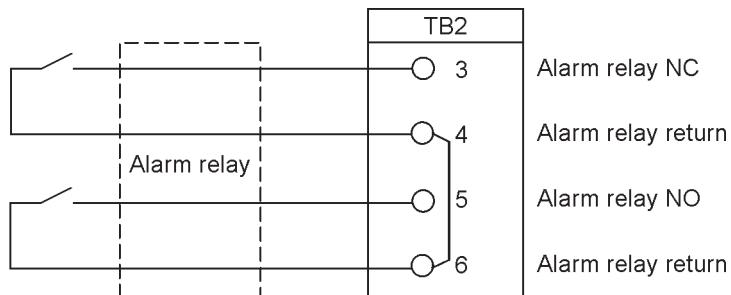
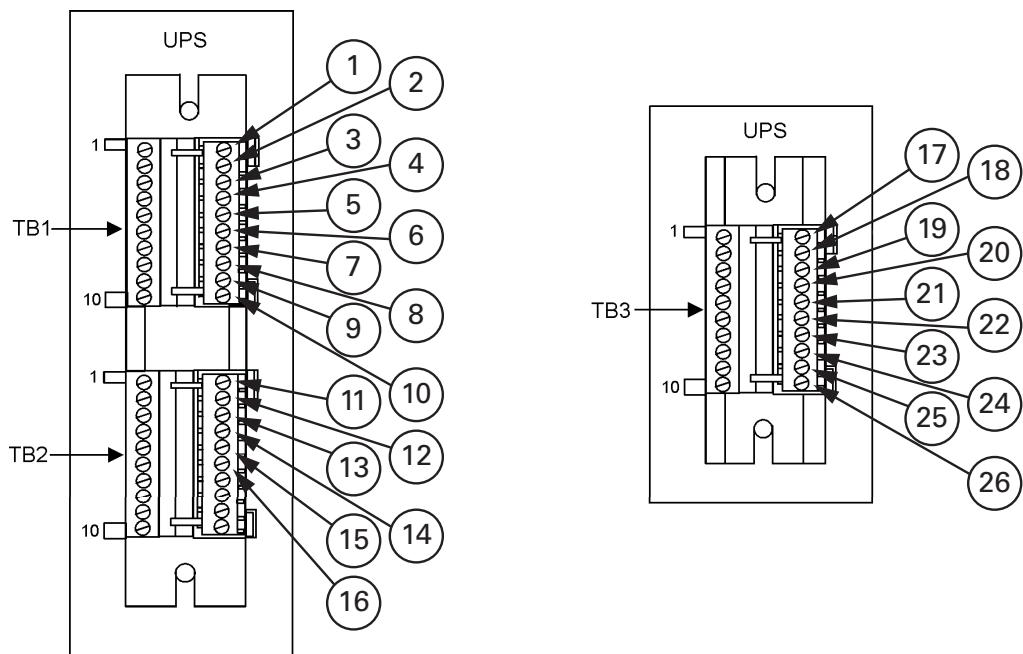
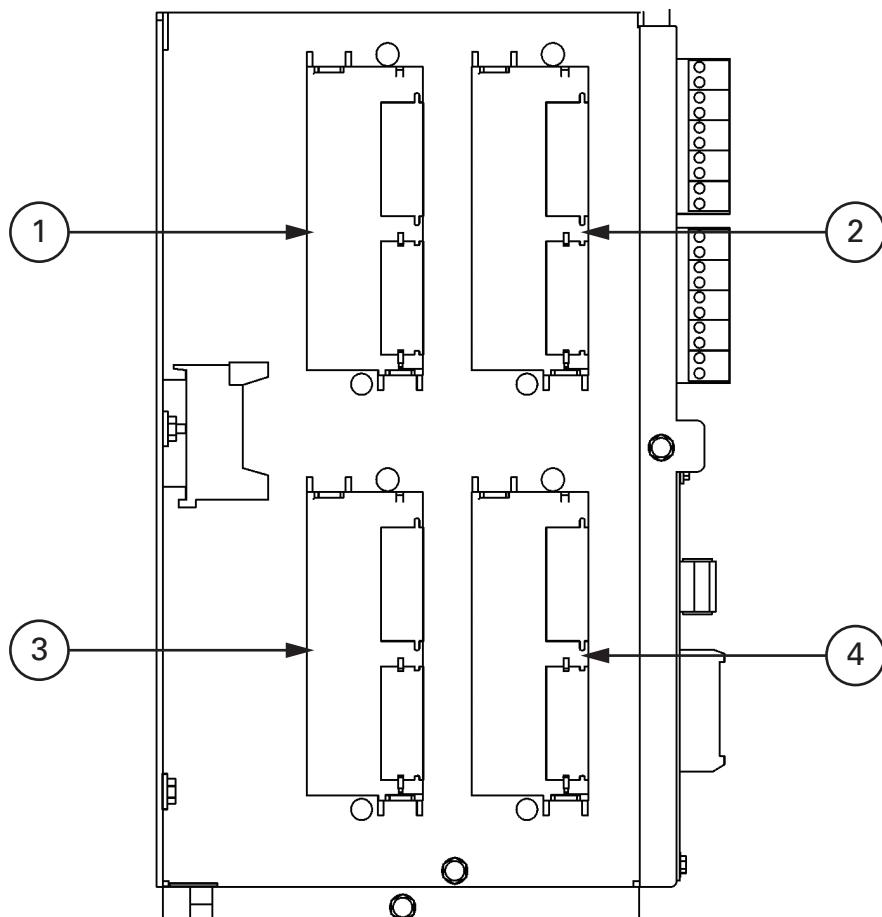

Рис. 4-7. Типовое подключение аварийного реле
Рис. 4-9. Назначение разъемов клеммных блоков ТВ1, ТВ2 и ТВ3
Рис. 4-11. Коммуникационные разъемы X-Slot
10. Расположение соответствующих клемм, а также требования по проводке и ее подключению см. на Разд. 3.2.3 на стр. 24, Табл. 4-1 на стр. 48, и с Рис. 4-7 по Рис. 4-9.
Для информации о подключении разъемов TB1, TB2 и TB3 см. Рис. 4-9, а для детали АА – Рис. . Коммуникационные разъемы X-Slot представлены на Рис. 4-11.
5. Проведите и подключите линию LAN, телефонную линию и другие кабели к соответствующим картам X-Slot. Расположение X-Slot см. на Рис. 4-8 на стр. 44 и Рис. 4-11.
11. Расположение соответствующих клемм, а также требования по проводке и ее подключению см. на Табл. 4-1 на стр. 48, и с Рис. 4-7 по Рис. 4-11.
6. Установите карту HotSync CAN Bridge в открытый коммуникационный разъем X-Slot в передней части ИБП. Расположение коммуникационных разъемов X-Slot см. на Рис. 4-7 на стр. 43 и Рис. 4-11 на стр. 50.
6. Расположение соответствующих клемм, а также требования по проводке и ее подключению см. на Разд. 3.2.3 на стр. 24, Табл. 4-1 на стр. 48, и с Рис. 4-7 на стр. 43 по Рис. 4-11.